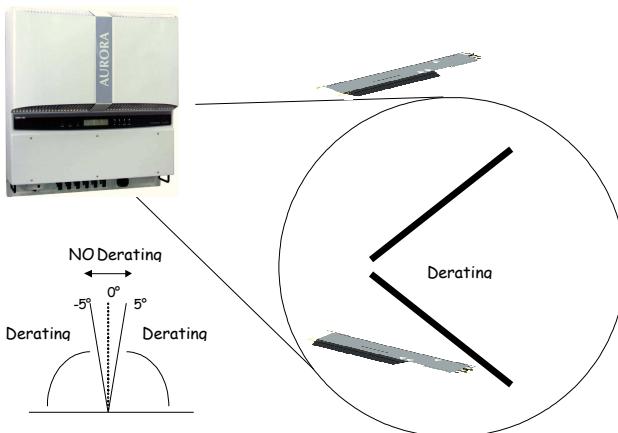

Fig.8 Montage in gekantelde positie
**LET OP:** Hoewel het mogelijk is de eenheid ook in gekantelde positie te monteren (zie fig.8), onthoud dat in dit geval verminderingen van de prestaties (Derating) kunnen plaatsvinden, vanwege een slechtere warmteafvoer.